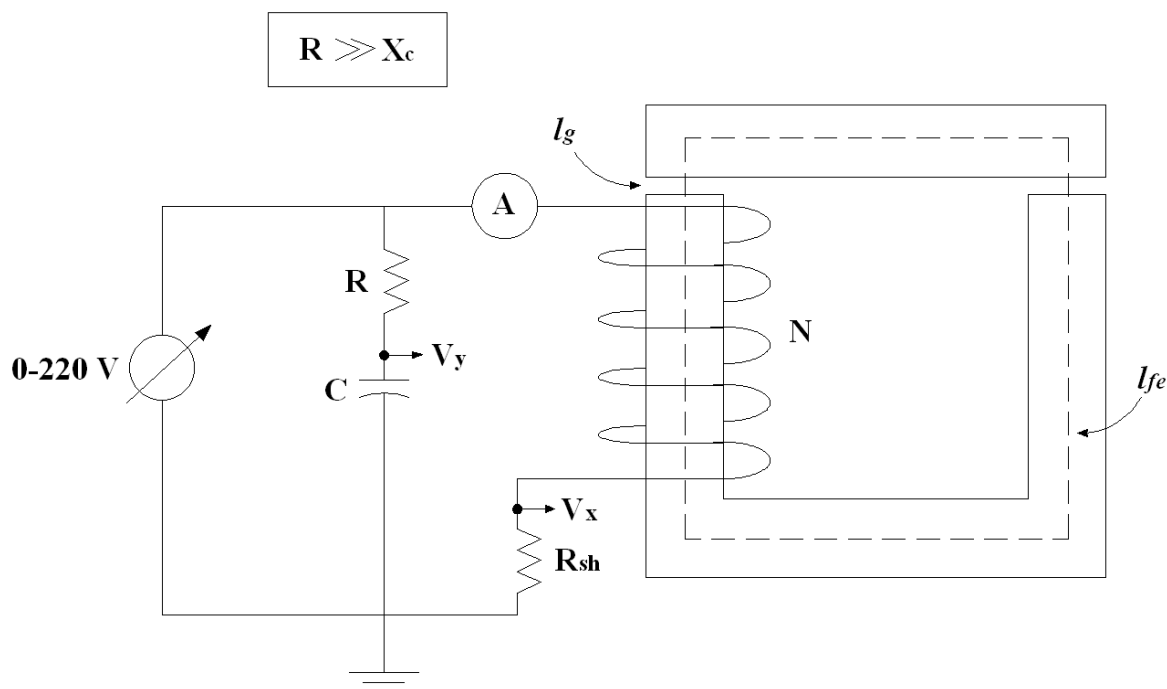

Figura 2 - Montagem para obter a curva de magnetização. (Valores: $R_{sh}=1\Omega$, $R=1M\Omega$, $C=10\mu F$)
Considere o circuito da Figura 2, sendo V_x a tensão do eixo horizontal do osciloscópio e V_y a tensão do eixo vertical:
- (1) Analise o circuito e mostre que a tensão V_x é proporcional à intensidade de campo magnético H e que V_y é proporcional à densidade de fluxo magnético B . Determine as constantes de proporcionalidade. Isto deve constar no relatório. (**Sugestão:** Considere que $R \gg X_c$ e admita que a corrente no ramo RC esteja em fase com a tensão aplicada);
- (2) O circuito elétrico mostrado na Figura 2 será utilizado para o levantamento experimental da curva de magnetização $B \times H$. Sugere-se também monitorar a tensão da fonte e a corrente com o uso de multímetros. Para efeito de cálculos de fluxo magnético e intensidades de campos magnéticos é necessário em primeiro lugar conhecer a geometria do circuito magnético.